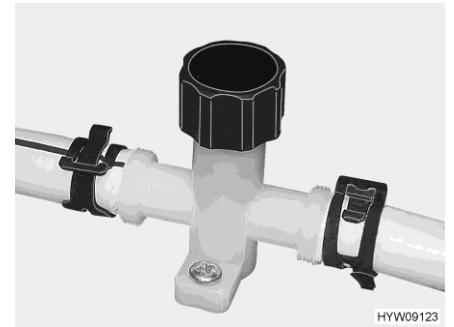

Bild 139 Avtappningskran (vattenledning)
- Stäng avtappningskranarna (Bild 139). Vrid locket medurs. Säkerhets-/avtappningsventilens och avtappningskranarnas monteringsställen anges i avsnittet 10.7 i slutet av detta kapitel.